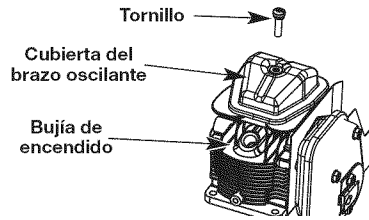

Fig. 27
5. Limpie la suciedad de alrededor de la cubierta del brazo oscilante. Saque el tornillo que sostiene la cubierta del brazo oscilante con un destornillador grande de vástago plano o con una broca Torx T-25 (Fig. 27). Saque la cubierta y la junta del brazo oscilante.
- El pistón esté en la posición superior de su recorrido. Esto deberá hacerse mirando por el orificio de la bujía. (Fig. 27)